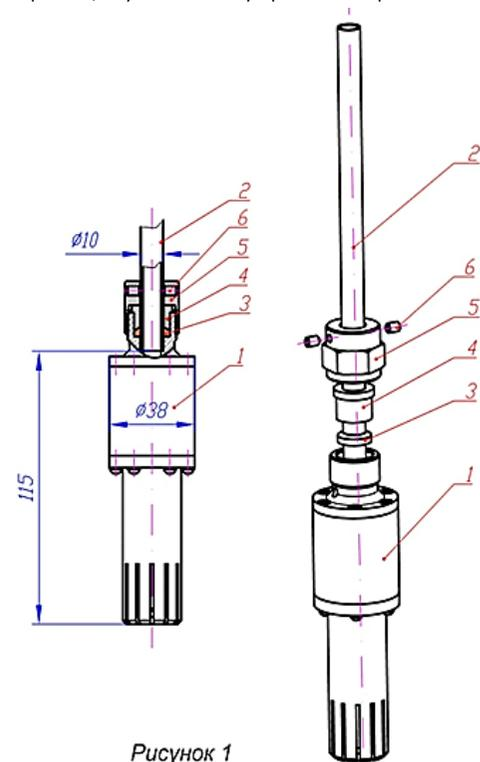
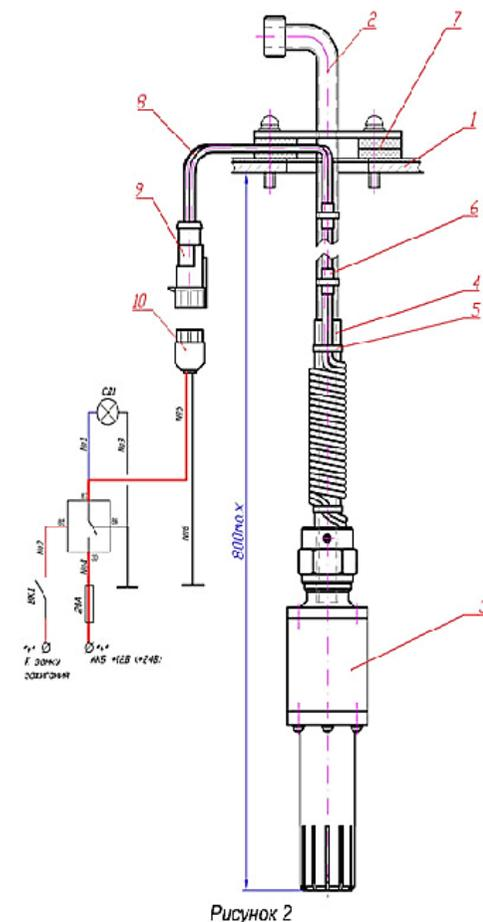

Рисунок 1
Рисунок 2
5.2 Насадка подогреваемая крепится на топливозаборную трубку штатного топливозаборника, установленного в топливный бак вертикально (рис.1,2).
Перед установкой насадки наденьте изолирующую трубку 4 на топливозаборную трубку 2 (рис.2), а после этого на топливозаборную трубку наденьте накидную гайку 5, втулку 4 и резиновое кольцо 3 (рис.1) из комплекта насадки. Конец топливозаборной трубки 2 с кольцом 3 введите до упора в отверстие корпуса насадки 1 (конец трубки  $\phi$  10 мм должен войти в отверстие  $\phi$  10,5, конец трубки  $\phi$  12 мм должен войти в отверстие  $\phi$  12,5 мм). Установите в корпус втулку 4 и закрутите до упора гайку 5, герметично уплотнив, таким образом, соединение топливозаборной трубки с насадкой. Зафиксируйте положение закрученной гайки 5 стопорными винтами 6. Для надежной герметизации, особенно при наличии дефектов на топливозаборной трубке, рекомендуется использовать второе кольцо аналогичное кольцо 3 (рис.1) из комплекта насадки и дополнительно нанести на уплотнительные кольца бензостойкий герметик.
5.5 Пропустите провода 8 через каналы в резиновых прокладках 7, как показано на рис.2. Длина провода от края прокладки до разъема 9 должна составлять примерно 150-200 мм. Излишки проводов обмотайте вокруг топливозаборной трубки поверх изолирующей трубки 4. Провода закрепите на топливозаборной трубке с помощью трубчатых стяжек 5. Крепление проводов к металлической трубке выполните в местах установки изоляционных трубок 6. После этого закрепите топливозаборник с НТП на баке 1.
5.6 Подключение установленной НТП к бортовой сети автомобиля производится согласно электрической схеме, представленной на рис.2. Разъем электрического кабеля 9 от подогревателя насадки присоедините к ответному разъему 10 электрической бортовой сети автомобиля. Ответный разъем должен быть жестко закреплен на корпусе автомобиля.